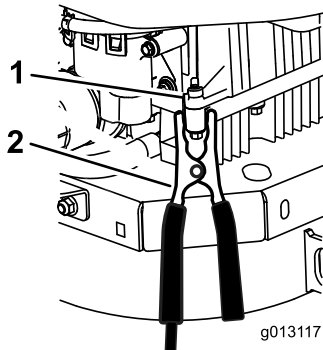

Figure 61
6. Faites la dernière connexion sur le bloc moteur du véhicule en panne (*pas* à la borne négative de la batterie) loin de la batterie et reculez-vous (Figure 61).